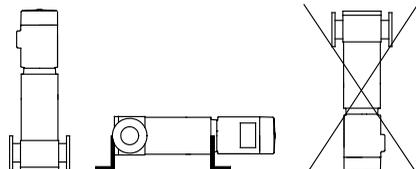

Fig. 2 Posizionamento della pompa
- Installare sempre la pompa con il motore sopra la pompa per evitare il surriscaldamento dei cuscinetti del motore. Vedi fig. 2.